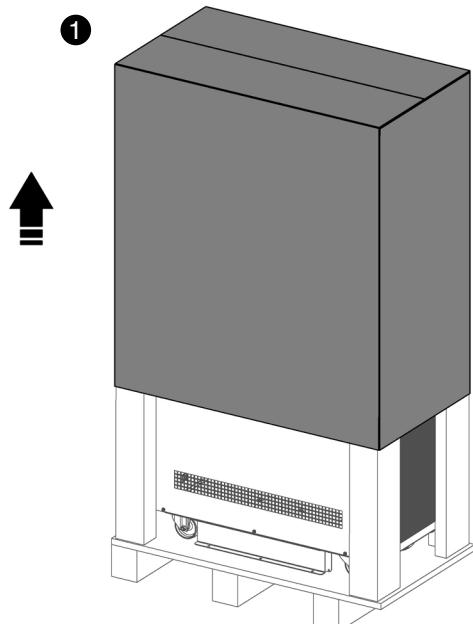
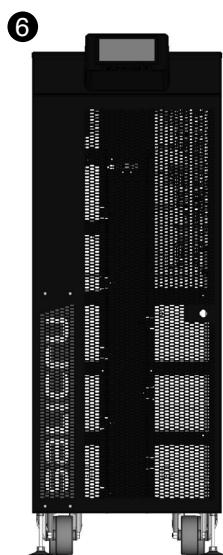

Fig. 22. Extracción del embalaje de cartón.
Fig. 27. Equipo desembalado a modo de ejemplo.
En las *Fig. 22* a *Fig. 27* se representan a modo de ejemplo las ilustraciones correspondientes al armario SAI de 30 kVA a 40 kVA.
- ① Para desembalar el equipo cortar los flejes de la envoltura de cartón y sacarlo por arriba como si fuera una tapa (Fig. 22) o bien desmontarlo con las herramientas necesarias si el envolvente es de madera.
- ⑥ Equipo desembalado en su ubicación definitiva (Fig. 27).